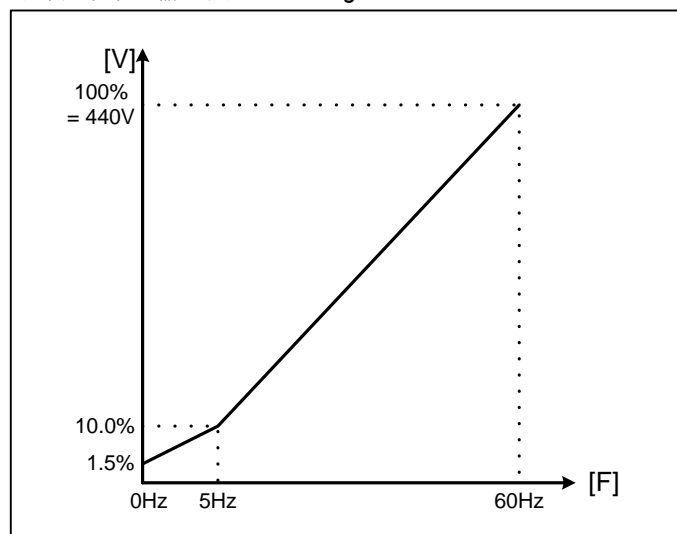

图 7.4-3 V/F 模式用户设定示例
► 希望输出电压(V)和频率(F)比例任意调整时(参照图7.4-3)